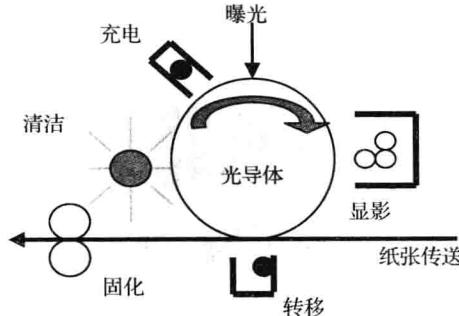

图 1-7 静电式数字印刷系统
(1) 数字印刷的定义 数字印刷是指利用数字技术对文件、资料进行个性化处理，利用印前系统将图文信息直接通过网络传输到数字印刷机上印刷出产品的一种印刷技术。它涵盖了印刷、电子、计算机、网络、通信等多种技术领域，体现了印量灵活、印品多样化与个性化、方便存储、可多次调用电子文件进行印刷的方式。
(2) 数字印刷的特征 数字印刷的主要特点是按需性、及时性和可变性。具体说来，它有以下特征：
- ① 印刷过程。将数字文件/页面转换成印刷品；
- ② 影像形成过程。为数字式，不需要任何中介模拟过程或载体的介入；
- ③ 印品信息。100%可变信息，可以选择不同的版式、不同的内容、不同的尺寸，甚至可以选择不同材质的承印物。
(3) 数字印刷的主要形式 数字印刷有静电照相式数字印刷、喷墨式数字印刷、电凝聚数字印刷、热成像数字印刷、磁记录数字印刷等形式。其中，静电式数字印刷和喷墨式数字印刷是数字印刷的主要形式。
① 静电式数字印刷。目前应用于数字印刷领域的静电成像技术，一般由光导体表面的静电荷组成。基本原理是用激光扫描的方法在光导体上形成静电潜影，再利用带电色粉（符号与静电潜影正好相反）与静电潜影之间的库仑作用力实现潜影的可视化（显影），最后将色粉影像转移到承印物上完成印刷。其成像过程如图 1-7 所示。